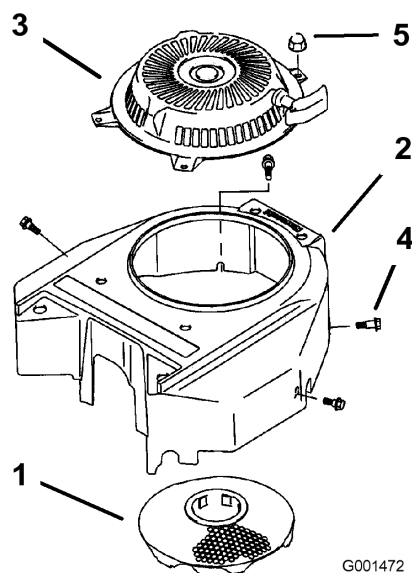

Figure 41
3. Retirez la grille d'entrée d'air, le lanceur et le boîtier du ventilateur (Figure 41).
5. Remettez la grille d'entrée d'air, le lanceur et le boîtier du ventilateur (Figure 41).